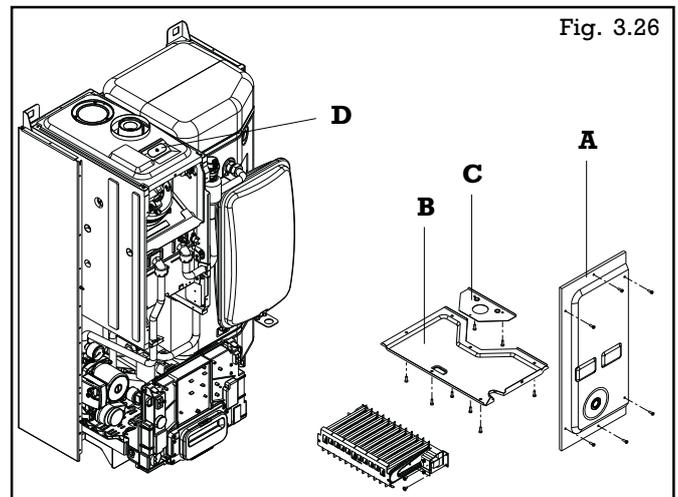

Fig. 3.26
- Déposer la face avant (**A**, fig. 3.26).
- Déposer le dessous du caisson étanche (**B**, fig. 3.26) et la plaque (**C**, fig. 3.26) (7 vis au total) et les laisser reposer sur la vanne gaz et la tuyauterie retour